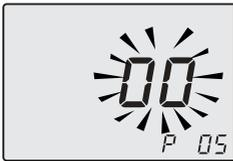

Figura 8.5
- Desplace los parámetros mediante los botones 18 o 19 hasta que aparezcan en el display LCD las letras **P05** y el valor del parámetro, indicando que se ha entrado en el "parámetro 05" (Figura 8.5).